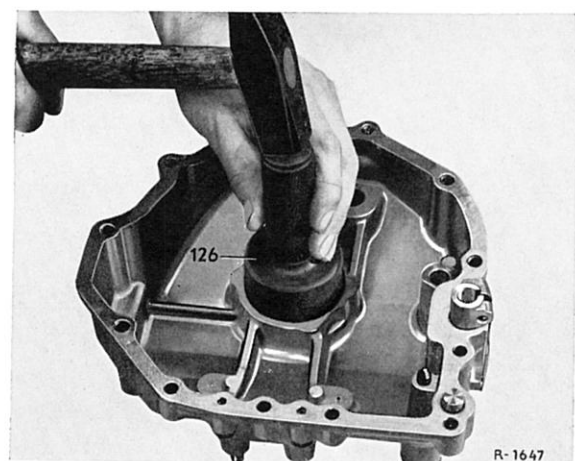

Bild 27-15/3
- 6 Ring-Rillenlager mit dem Treibdorn (126) montieren (Bild 27-15/3), Maß „b“ beobachten (Bild 27-15/5).
- 7 Radialdichtring (127) mit dem Einschlagdorn (125) so montieren, daß der Dichtring mit dem Getriebegehäusedeckel bündig ist (Bild 27-15/4), Maß „a“ beachten (Bild 27-15/5).